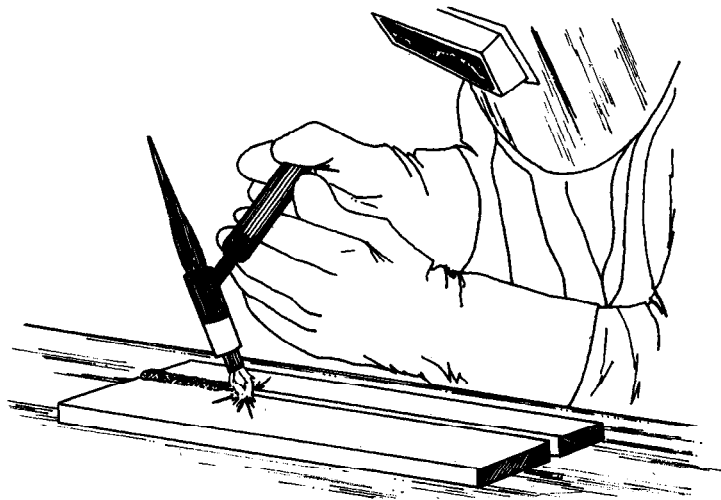

Figura 3.21
b) Mantenga la pistola inclinada según figura 3.21.